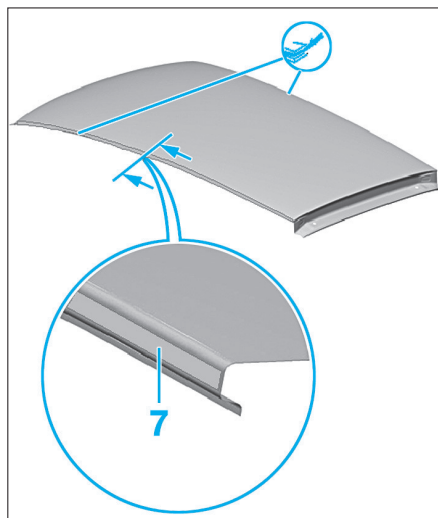

FIG. 114
- Enduire les flasques (7) du pavillon de colle bicomposant pour carrosserie (Fig.114).